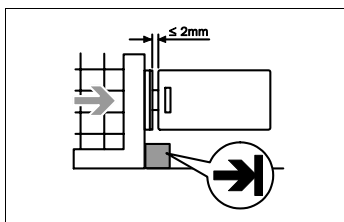

Fig. 2 : Montage
- Mettre en place les butées nécessaires pour les parties mobiles des protecteurs (voir Fig. 2).